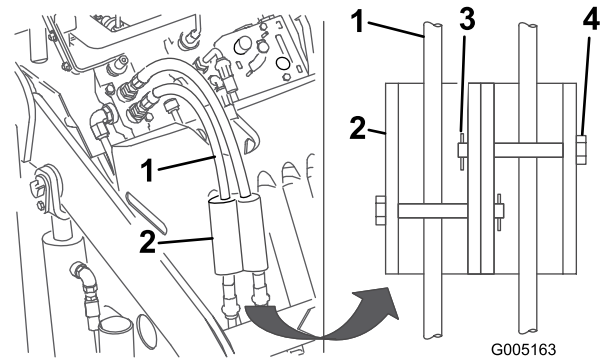

Figure 16
7. Montez les dispositifs de blocage sur les flexibles hydrauliques, et fixez-les en position à l'aide des axes de chape et des goupilles fendues (Figure 16).